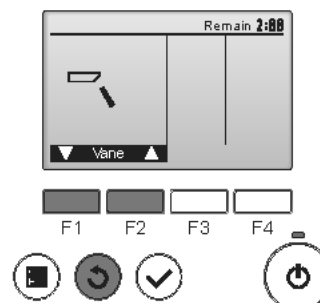

Fig. 8-4
- 2 Нажмите кнопку [ВЫБОР] для отображения экрана работы жалюзи, затем нажмите кнопку [F1] и [F2] для проверки автоматического режима работы жалюзи. (Fig. 8-4)